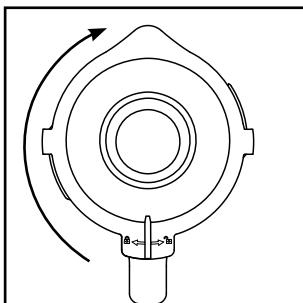

Fig. 2
- 4) Sæt låget **2** forskudt på blenderkanden **3** igen. Luk låget **2** ved at dreje det med uret til position indtil det klikker hørbart på plads (se fig. 2).